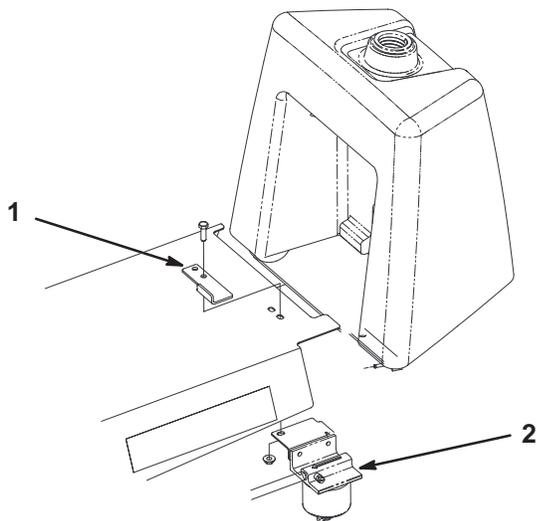

Figura 3
- C. Usando el tornillo de caperuza y la tuerca que se retiraron anteriormente y un tornillo con caperuza y tuerca de 5/16 x 1" suministrados con las piezas sueltas, fije el tope del asiento y el separador de agua a la parte inferior del faldón con (2) tornillos de caperuza y contratuerzas. Coloque el tope según muestra la figura 3.